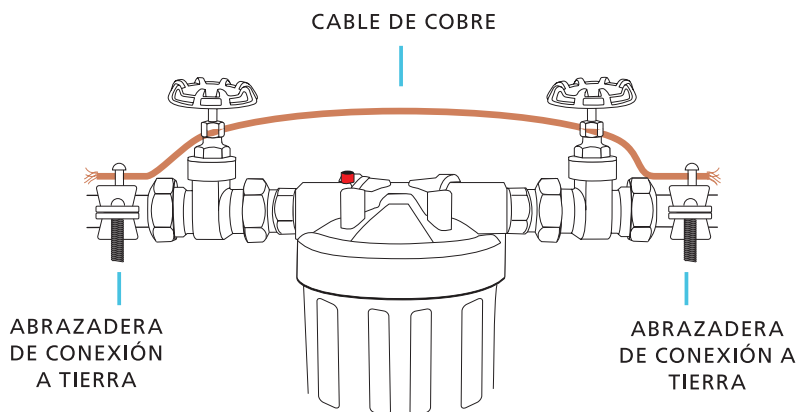

FIGURA 3
- 5** Cuando instale en tuberías metálicas, asegúrese de tomar las siguientes precauciones: Instale firmemente dos (2) abrazaderas de conexión a tierra y un alambre de cobre n.º 4 a través del lugar donde se instalará el sistema. Apriete la abrazadera en ambos extremos, como se muestra a continuación. (Consulte la Figura 3)